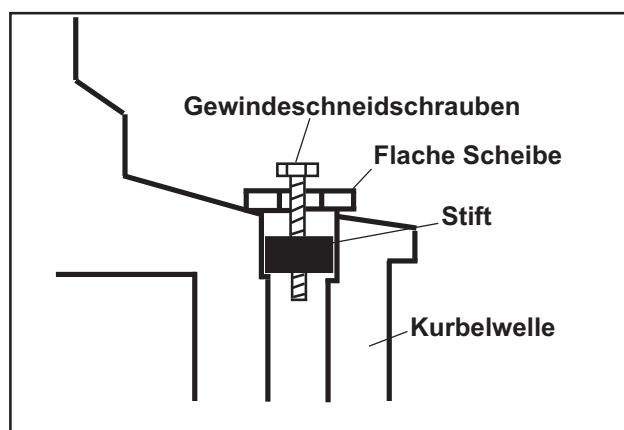

Abbildung 10-2. Entfernung Kurbelzapfenstopfen.
2. Eine 3/4- oder 1-Zoll-lange Gewindeschneidschraube mit einer flachen Unterlegscheibe in die Bohrung einführen. Die flache Unterlegscheibe muss groß genug sein, um auf dem Rand der Stopfenbohrung zu liegen. Siehe Abbildung 10-2.